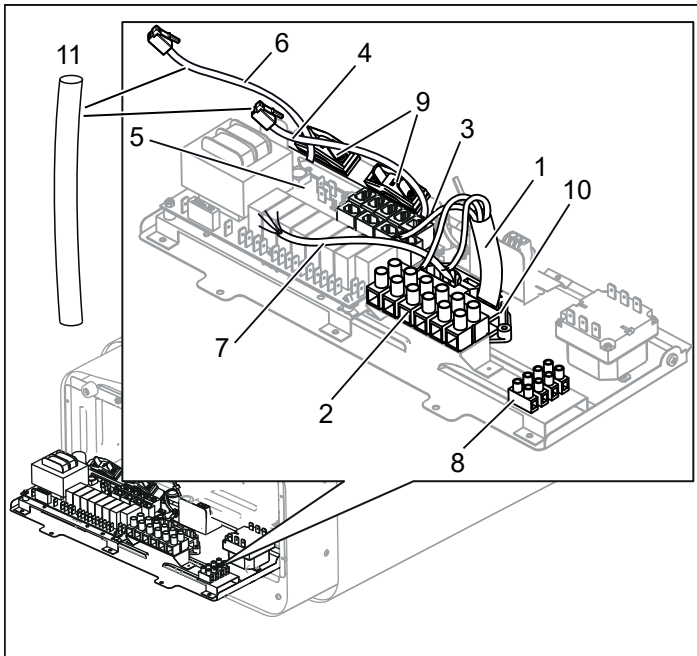
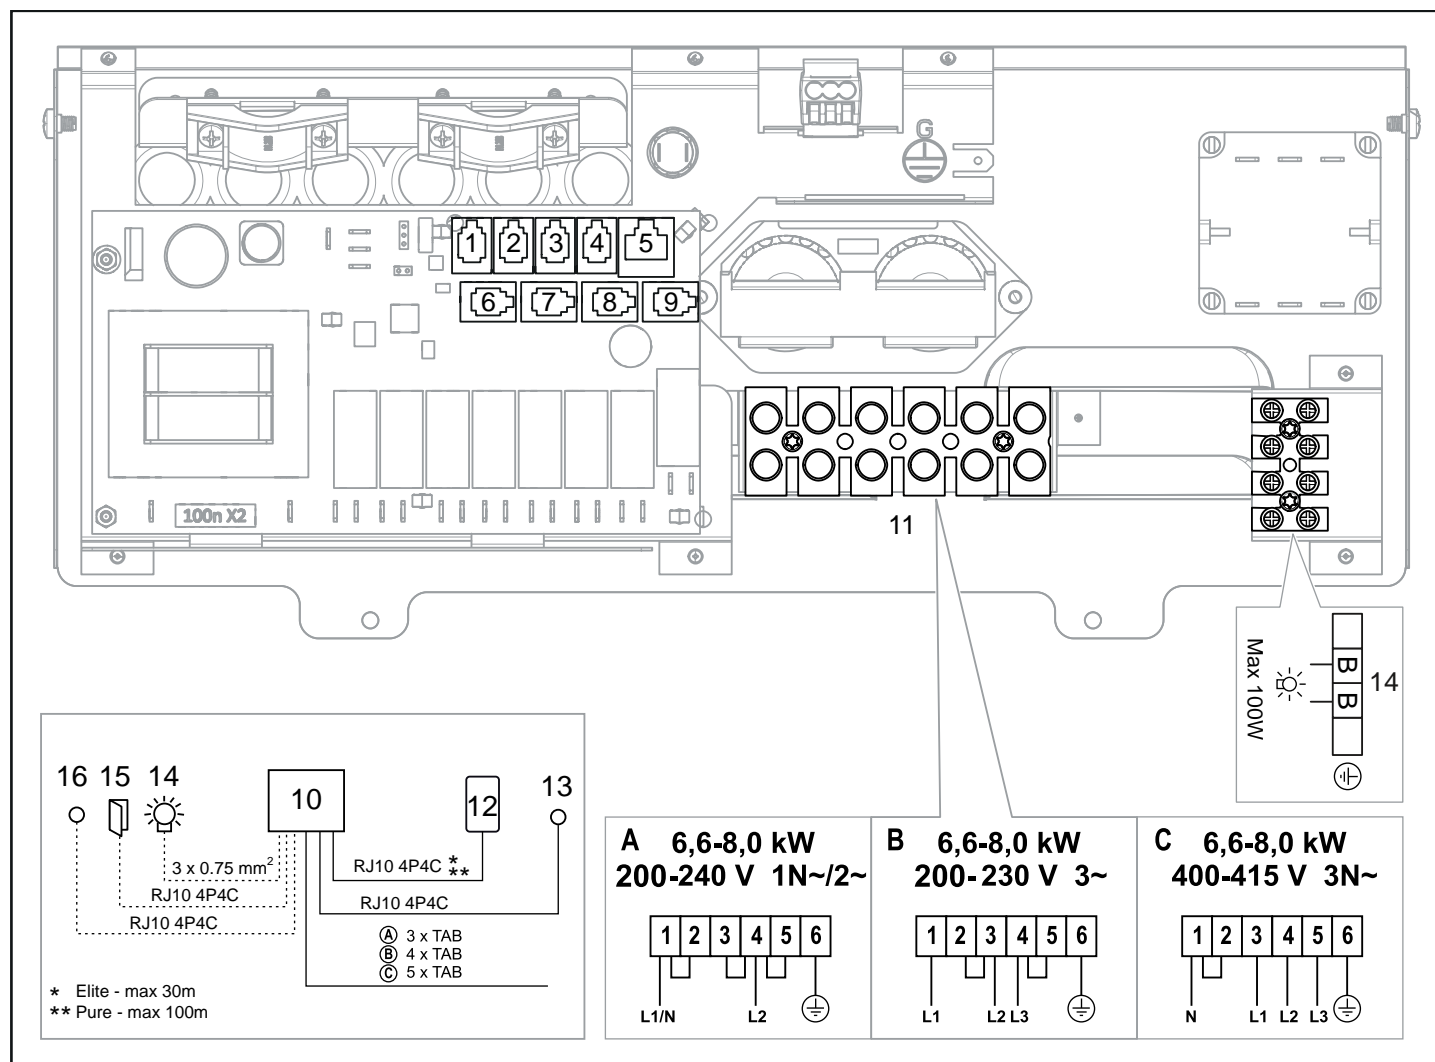

Fig 9: Kretskortet
Fig 17: Kopplingschema
3. Anslut elkabeln (1) i plint (2) (se Fig 9) enligt kopplingschema (se Avsnittet Anslutning/kopplingschema, sidan 7).
- Dra kablar för manöverpanel och temperatursensor genom kabelgenomföringarna (3). Anslut manöverpanelens kabel (4) i en av de fyra RS485-kontakterna (position 6-9) (5) (se Fig 9) enligt kopplingsschema (se Avsnittet Anslutning/kopplingsschema, sidan 7).
- Anslut sensorns kabel (6) till NTC-kontakten på kretskortet (position 1) (5) (se Avsnittet Anslutning/kopplingsschema, sidan 5) enligt kopplingsschema (se Avsnittet Anslutning/kopplingsschema, sidan 7).
- Anslut eventuell kabel till belysning (7) se Fig 9, till plint (8) enligt kopplingsschema Fig 17, sidan 7.
Vid inkoppling till spänningar eller fas-tal, som inte anges i kopplingschema Fig 17, kontakta Tylö kundservice.